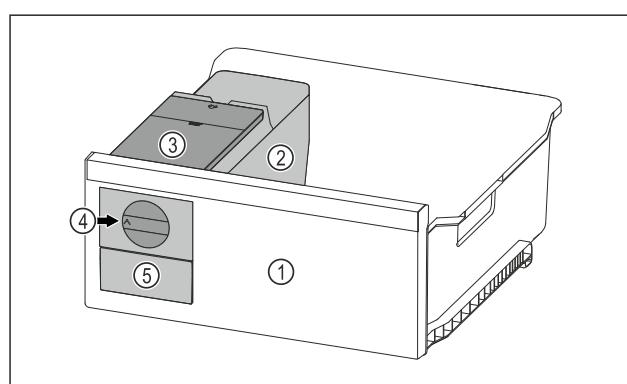

Fig. 95 Ілюстративне зображення
- Поворотну ручку Fig. 95 (4) повернути за годинниковою стрілкою до упору.
- Кубики льоду випадають із ванночки для кубиків льоду у висувний ящик для кубиків льоду Fig. 95 (5). Якщо не всі кубики льоду виймаються з ванночки для кубиків льоду: